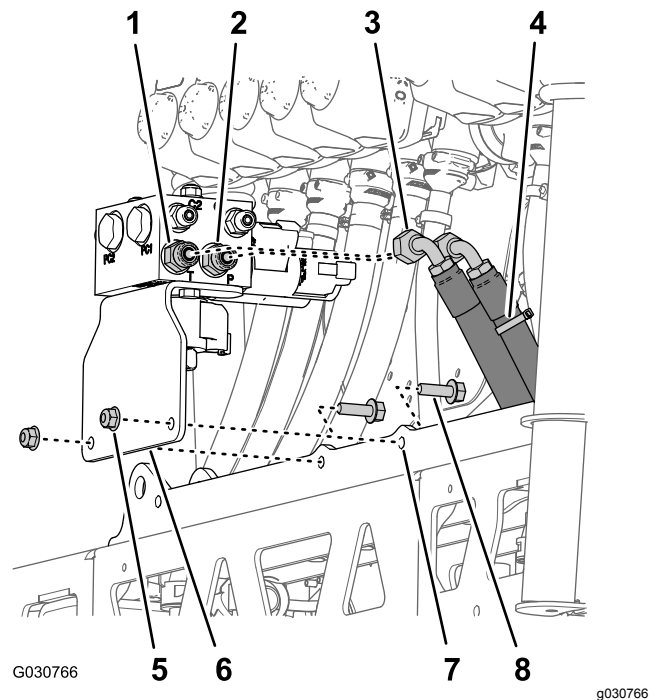

Рисунок 127
1. Совместите отверстия в опорном кронштейне коллектора подъема стрелы, снятого при выполнении пункта 3 раздела Снятие коллектора подъемного цилиндра и опорного кронштейна \(страница 41\), с креплением цилиндра новой средней секции стрелы (Рисунок 127).
- Установите опорный кронштейн на крепление цилиндра (Рисунок 127) с помощью 2 болтов с фланцевыми головками (5/16 x 1 дюйм) и фланцевых контргайек (5/16 дюйма), снятых при выполнении пункта 3 раздела Снятие коллектора подъемного цилиндра и опорного кронштейна (страница 41).
- Вставьте гидравлический напорный шланг (обозначенный кабельной стяжкой) в отверстие Р коллектора подъема стрелы (Рисунок 127).
- Вставьте возвратный гидравлический шланг в отверстие Т коллектора подъема стрелы (Рисунок 127).